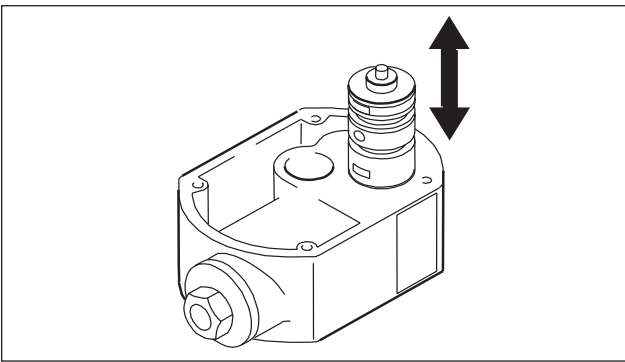

Abb. 16: Montage Innenliegendes Steuerventil
- Das Luftstauventil wird als komplette Einheit ausgetauscht (Abb. 16).